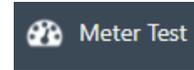

Figure 33: Meter Test toolbar icon
2. Click the **Meter Test** icon in the toolbar (Figure 33).